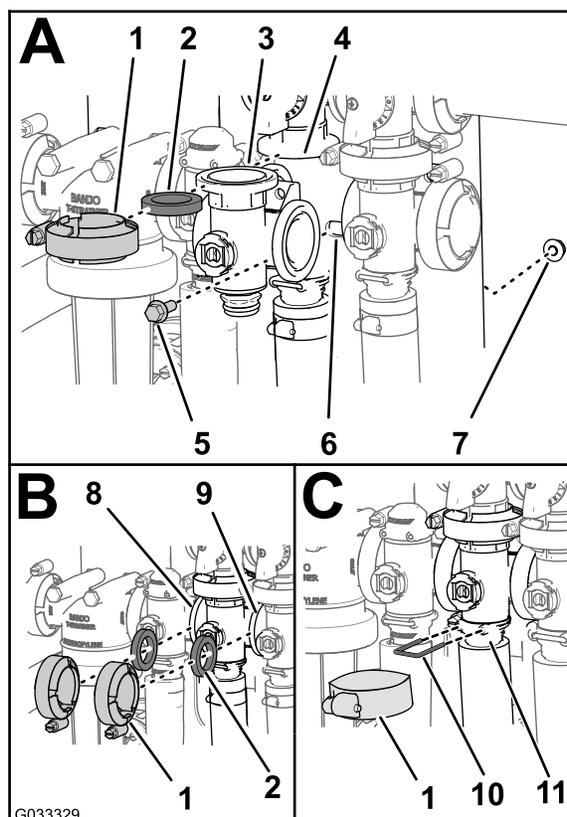

Figura 76
1. Allineate la flangia del collettore della valvola dell'agitatore, 1 guarnizione e la flangia della valvola di bypass dell'agitatore (A di Figura 76).
2. Montate la valvola di bypass dell'agitatore, la guarnizione e il collettore della valvola dell'agitatore con un morsetto serrato manualmente (A di Figura 76).
3. Allineate guarnizione tra le flange del collettore della valvola di comando del volume e della valvola dell'agitatore (B di Figura 76).
4. Montate la guarnizione e il collettore della valvola dell'agitatore con un morsetto serrato manualmente (B di Figura 76).
5. Allineate guarnizione tra le flange del collettore della valvola dell'agitatore e la valvola principale delle barre (B di Figura 76).
6. Montate il collettore della valvola dell'agitatore, la guarnizione e la valvola principale delle barre con un morsetto serrato manualmente (B di Figura 76)
7. Montate il collettore della valvola dell'agitatore e la presa con un morsetto serrato manualmente (C di Figura 76)
8. Fissate il raccordo del tappo terminale al raccordo di uscita inserendo un fermo nella presa del raccordo di uscita (C di Figura 76).